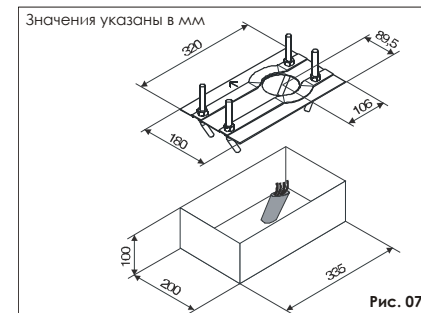

Рис. 07
3. После определения места установки плиты основания, подготовьте постамент для основания так, как показано на рис.07 и укрепите пластину основания, снабдив одним или более кожухом для проводки электрических кабелей. Используя спиртовой уровень, проверьте, чтобы плита была идеально выровнена. Подождите, пока не схватится цемент.